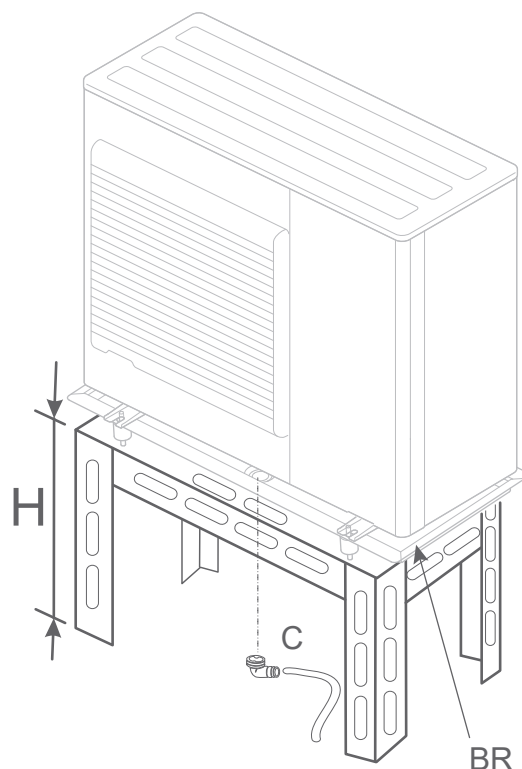

fig. 11 - Pose de l'unité extérieure, évacuation des condensats
- En fonctionnement, de l'eau peut s'évacuer de l'unité extérieure. Ne pas installer l'appareil sur une terrasse, mais préférer un endroit drainé (lit de graviers ou sable). Si l'installation est réalisée dans une région où la température peut être inférieure à 0°C pendant une longue période, vérifier que la présence de glace ne présente aucun danger. Il est aussi possible de raccorder un tuyau d'évacuation sur le bac de récupération de condensats (option) (fig. 11).
L'unité extérieure doit être surélevée d'au moins 50 mm par rapport au sol. Dans les régions enneigées, cette hauteur doit être augmentée mais ne pas dépasser 1.5 m (fig. 11).